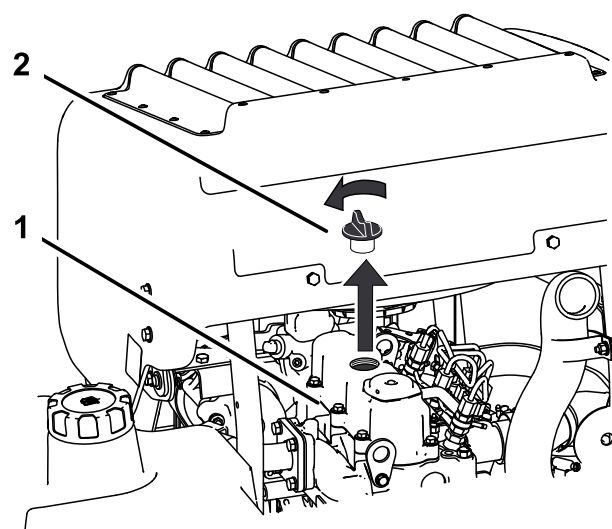

Figure 38
6. Retirez le bouchon de remplissage d'huile en haut du moteur (Figure 38). Cela facilitera la vidange de l'huile.
2. Retirez le bouchon de remplissage et la jauge (Figure 38).